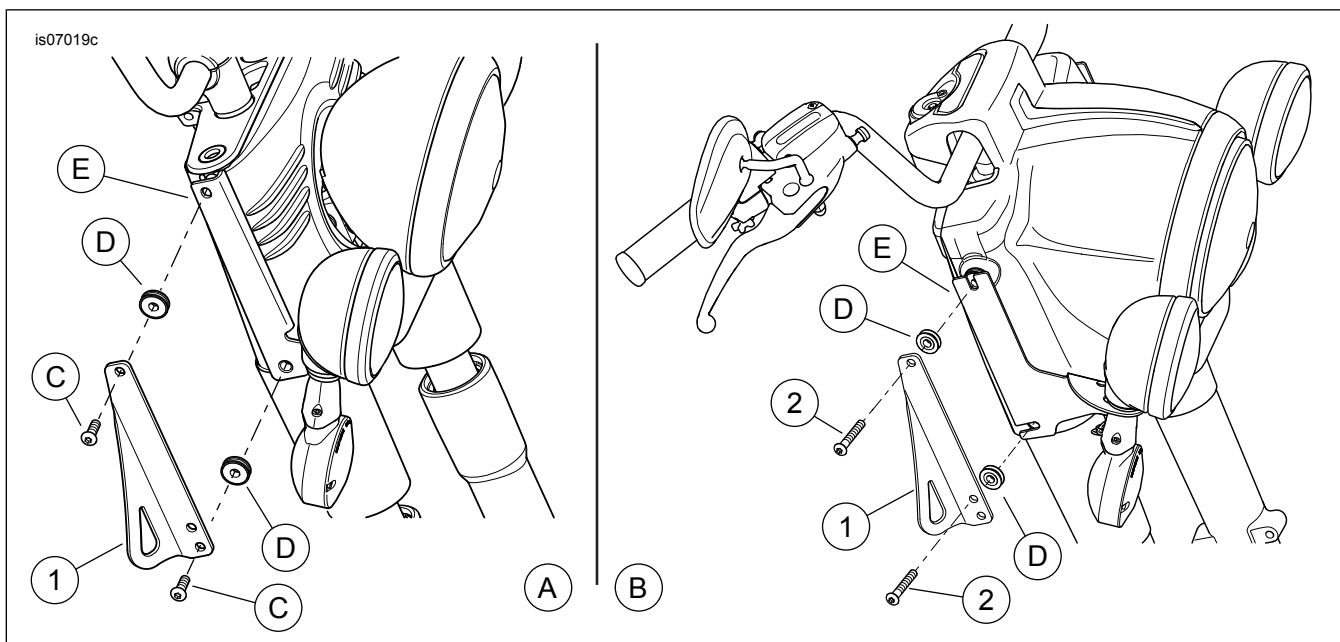

Figura 1. Instalación de la pieza de soporte de amarre
Vea Figura 1 y Tabla 1. Este kit consiste de una pieza de soporte de amarre derecha e izquierda (1), cuatro tornillos (2) y estas instrucciones. Solamente los tornillos (pieza № 4219) están disponibles por separado.